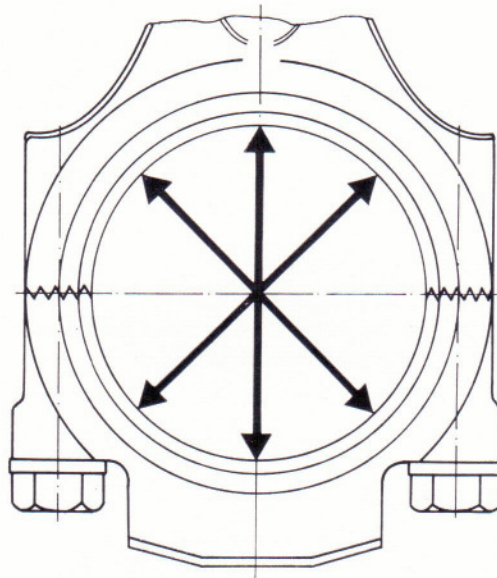

Bild 90
- Pleuelstangengrundbohrung vermessen (Bild 90).